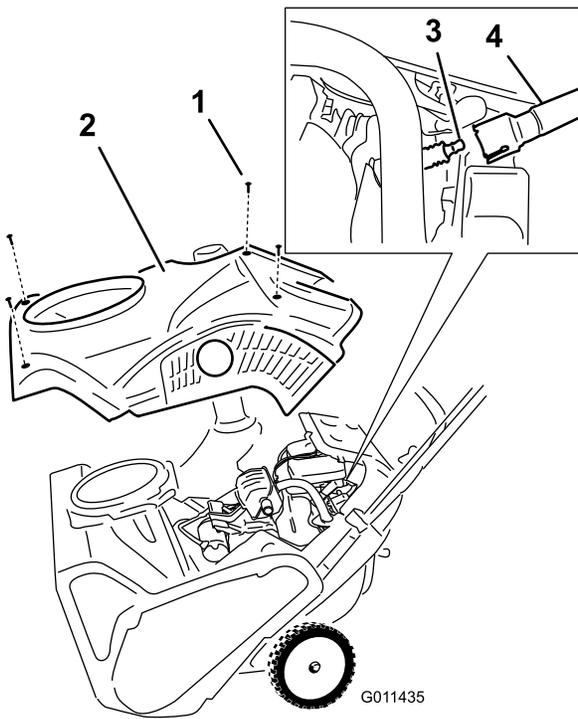

Figure 28
4. Enlevez les 4 vis de fixation du carénage (Figure 28).
6. Déposez le carénage (Figure 28).